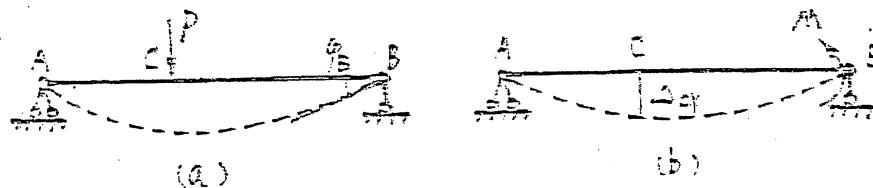

图4
4、图4(a)所示简支梁在C点作用集中力 $P=1kN$ 时, 截面B的角位移 ϕ_B 为 0.005 弧度, 则该梁在截面B作用力偶 $M=2kN\cdot m$ 时(图(b)), C点的竖向位移 $\Delta_{CY}=$ _____。